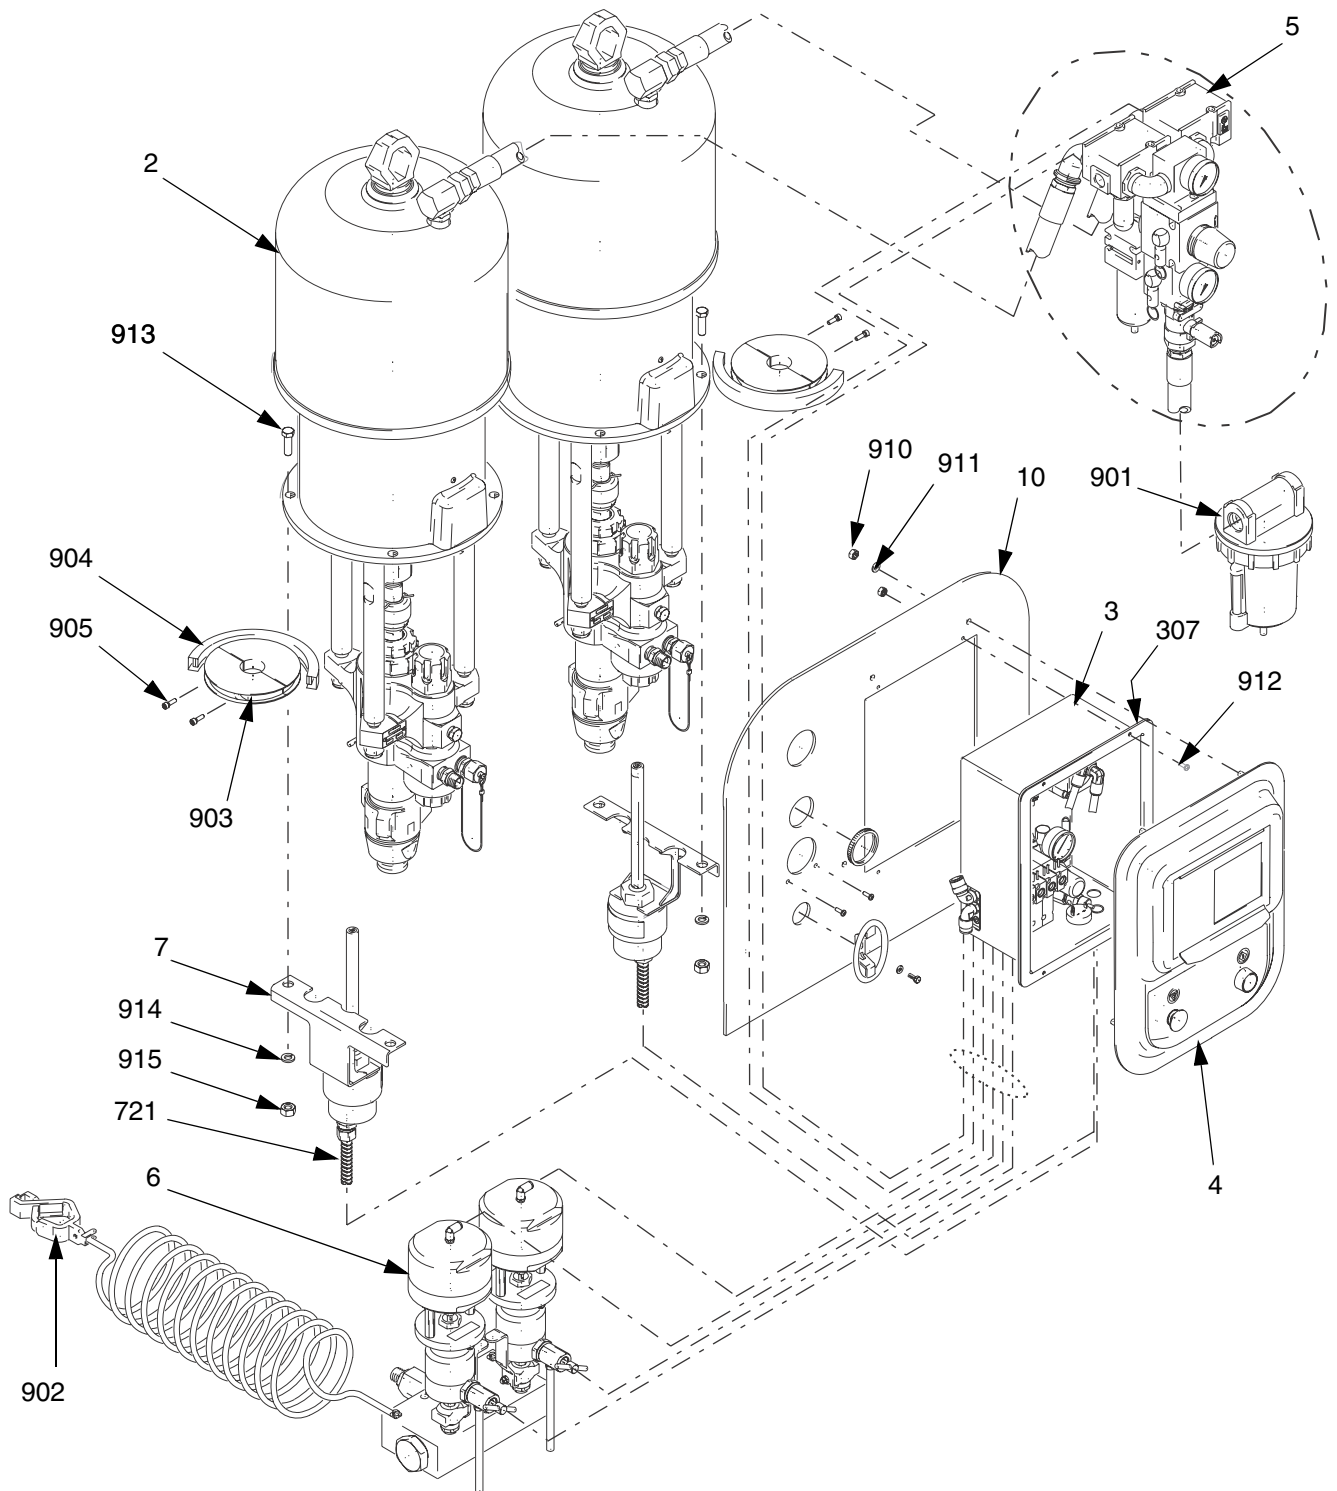

FIG. 1
1. Sujete los soportes del imán (903) a los ejes del pistón del motor de la bomba (2) con los tornillos (905). FIG. 1.
2. Instale una tira pequeña imantada y después una más larga (904) en cada soporte de imán (903). Sujete con la cinta suministrada.
3. Sujete las bombas (2) en los soportes con los dos tornillos de 3/8 x 1-1/4" (913), las arandelas de seguridad (914), y las tuercas (915).
4. Sujete los sensores (7) en las bombas y en los soportes de las bombas con los dos tornillos (913), las arandelas de seguridad (914), y las tuercas (915).
1. Monte la caja de control (3) en la placa de montaje (10). FIG. 1.
- a. Deslice la junta (307) sobre la parte trasera de la caja de control neumático (3), contra el reborde. Introduzca la caja a través de la placa de montaje (10).
- b. Sujete la caja (3) a la placa (10) con los tornillos 8-32 UNC (912).
FIG. 1 y FIG. 3
1. Monte el conjunto de control neumático (3) en la placa de montaje (10). FIG. 1.
3. Conecte el cable de conexión a tierra (315) al espárrago de conexión a tierra de la parte posterior de la cubierta con la tuerca (311).
4. Sujete la cubierta (4) a la placa de montaje (10) con las arandelas de seguridad (911) y las tuercas (910). FIG. 1.
1. Sujete el conjunto de la válvula dosificadora (6) al carro/soporte con los tornillos (913), la arandela (914), y las tuercas (915). FIG. 1, página 9.